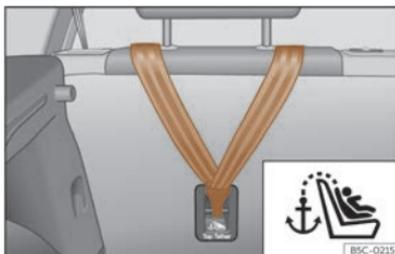

Fig. 36 Parte posteriore dei sedili posteriori: aggancio per cintura Top Tether.
I seggiolini per bambini con sistema Top Tether integrano una cinghia aggiuntiva per il fissaggio a un punto di ancoraggio nel veicolo. Tale punto di ancoraggio si trova nella parte posteriore dello schienale del sedile posteriore (contrassegnato dal simbolo ) e fornisce una maggiore forza di ritenuta >>> **fig. 36**.
- Far scorrere la cinghia e fissarla correttamente al punto di aggancio della parte posteriore dello schienale >>> **fig. 36**.